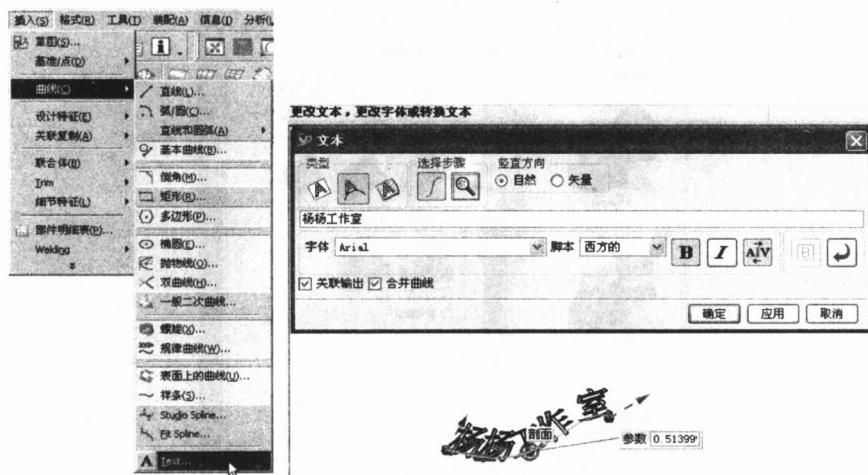

图 1-5 弧度产生文字
(5) 文字可以根据曲线或面的弧度产生。如图 1-5 所示。